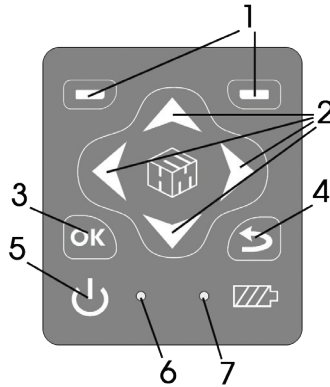
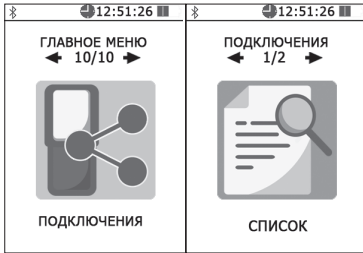

Рисунок 4
Рисунок 7
4.3. Органы управления блока НТМ-Терминал (рисунок 4)
5.6. Выбор пункта контекстного меню осуществляется с помощью левой или правой контекстной кнопки 1 (рис. 4)
- убедитесь, что индикатор 7 (рис. 4) мигает с частотой 1 раз в секунду - это свидетельствует о процессе заряда батареи;
- одновременно с окончанием процесса заряда, индикатор заряда аккумуляторной батареи 7 (рис. 4) погаснет;
Если в процессе заряда аккумуляторных батарей произошел какой-либо сбой, индикатор 7 (рис. 4) будет мигать с частотой 4 раза в секунду. В этом случае необходимо отсоединить блок питания от сети ~220В, и выдержав паузу (1 мин.), снова включить блок питания в сеть ~220В. В случае многократного повторения сбоя процесса заряда, необходимо обратиться в сервисный отдел ООО «НТМ-Защита» (контактная информация доступна на сайте www.ntm.ru).
6.4.3. При наличии в комплекте поставки блока НТМ-Терминал включить его. Для этого необходимо нажать и удерживать не менее 3 с кнопку 5 (рис. 4). При этом должен загореться индикатор 6 (рис. 4), обозначающий включенное состояние блока НТМ-Терминал.
6.4.4. На клавиатуре блока НТМ-Терминал нажать правую контекстную кнопку 1 (рис. 4) «**далее**» для перехода в «**главное меню**». С помощью кнопок  и  перейти к пункту меню «**подключения**» и нажать кнопку . При этом осуществится переход в меню «**подключения**» к пункту «**список**» (рис. 7).